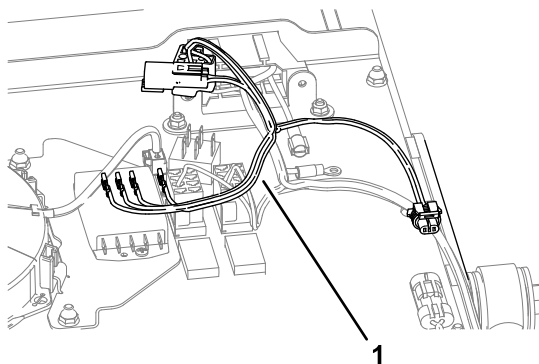

Figure 7
- Amenez le faisceau de câblage du kit jusqu'au panneau de commande, comme montré à la Figure 7.